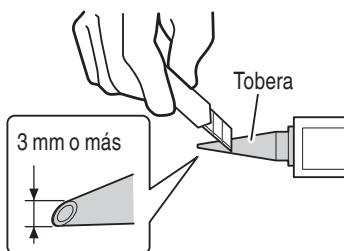

Fig. 17
(1) Corte la punta de la tobera en ángulo. (Fig. 17)